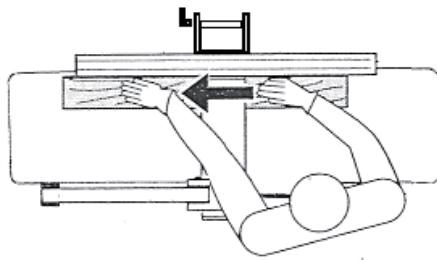

Рис. 10
- Слід розміщуватися збоку від столу подавання деталей (Рис. 10).